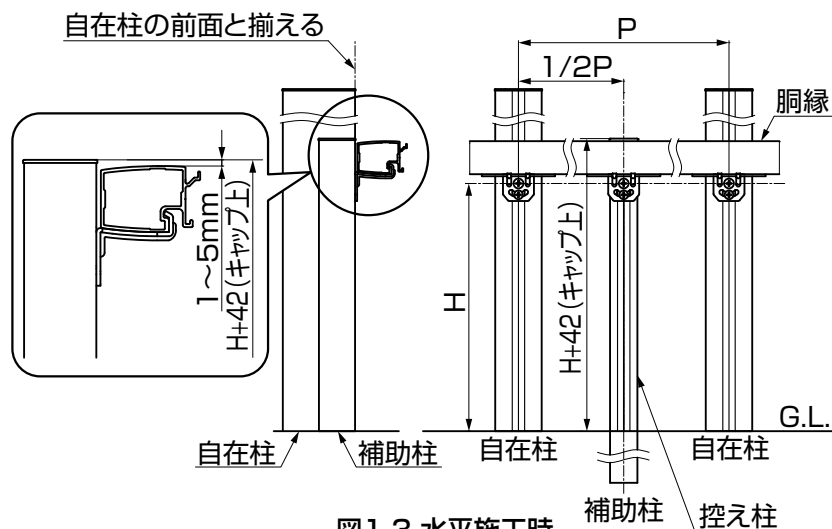

図1-3 水平施工時
- ④ 自在柱のH部を計測し、控え柱のH+42mmがG.L.から出るようにし、残りはG.L.下にモルタル等で固定してください。(図1-3参照)